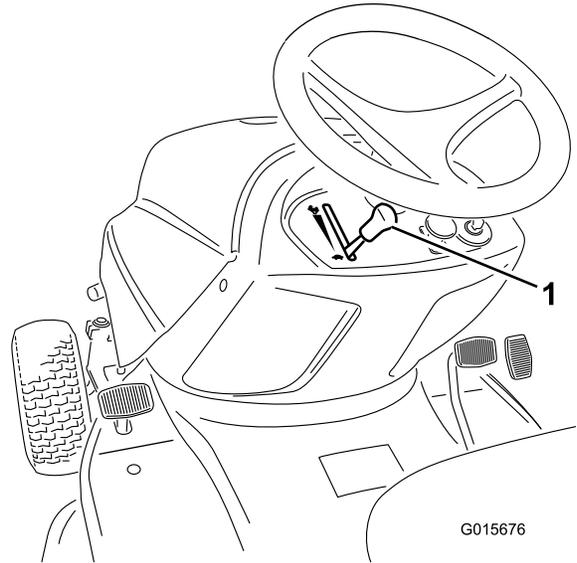

Figura 10
6. Para arrancar un motor frío, coloque la palanca de control del acelerador en la posición de Estárter (arriba del todo) (**Figura 10**).
7. Mueva la palanca de control del acelerador a Lento (tortuga) (**Figura 10**).
1. Mueva la palanca de control del acelerador a Lento (tortuga) (Figura 10).